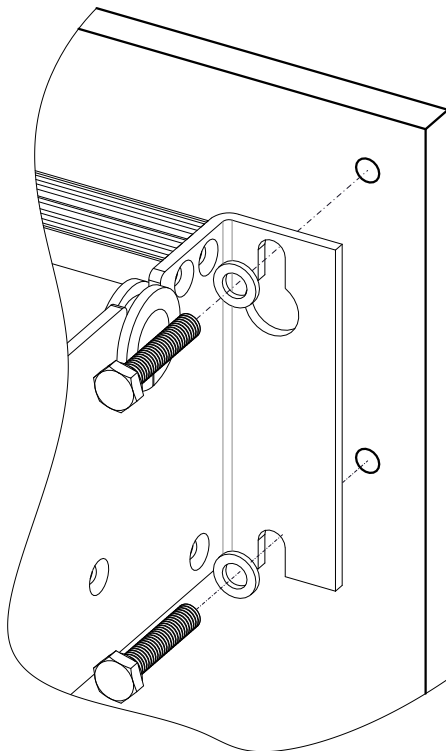

Bild 11: Befestigung des Systemlüfters
3. Zur Befestigung Montageschrauben und Unterlegscheiben der Größe M6 verwenden, siehe Bild 11.